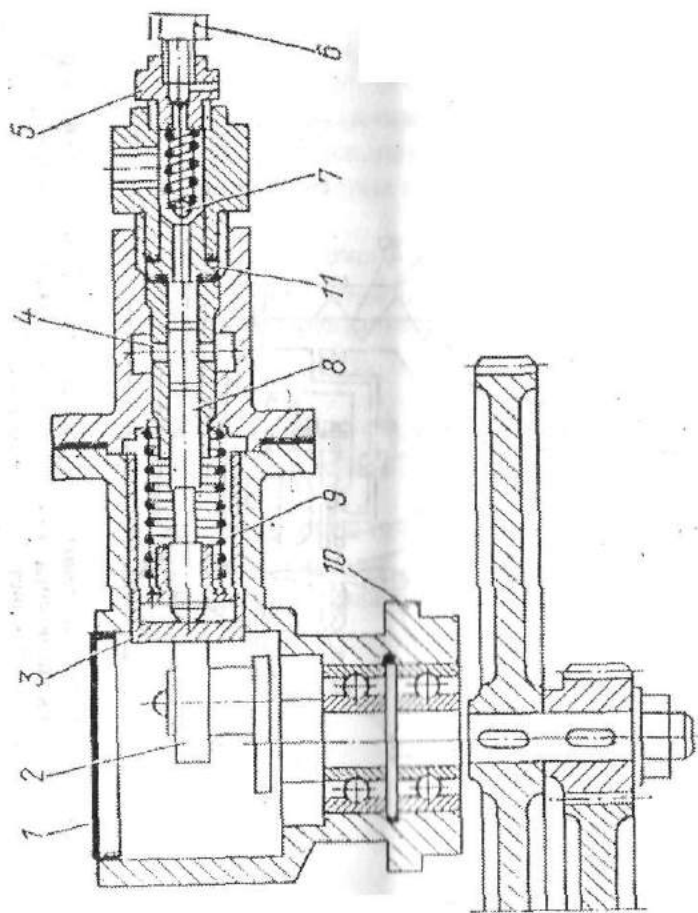

Рис. 2 Насос высокого давления:
Смазочный материал лопастями шнека подается через сетчатый фильтр к приемным окнам 4 (рис. 2) в гильзе насоса высокого давления. Для предупреждения зависания смазочного материала в баке служит отвал, который вращаясь вместе со шнеком, перемешивает смазочный материал.
7.3. Снимите крышку 1 (рис. 2) насоса высокого давления и проверьте наличие смазки на подшипнике эксцентрика. При необходимости смажьте его смазкой солидол ГОСТ 4366-76. Присоедините пистолет раздаточный с рукавом высокого давления к штуцеру раздатчика.
Если смазка поступать не будет, необходимо прокачать нагнетатель (возможно в систему попал воздух), используя запорную иглу 6 (рис. 2).
Шарик обратного клапана 3 (рис. 1) не обеспечивает плотного перекрытия отверстия	Вывернуть корпус 5 (рис. 2) и легкими ударами постучать по шарiku обратного клапана